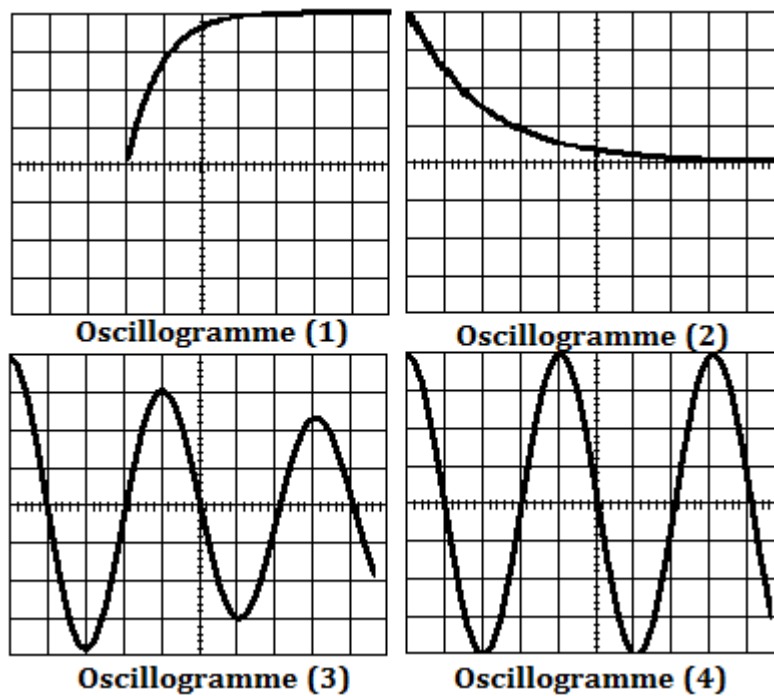

Figure.3 (Physique : Exercice n°2)
A un instant $t=0 \text{ s}$, on ferme le commutateur sur la position (1) et aussitôt, on enregistre, à l'aide d'un oscilloscope, la tension $u(t)$ aux bornes du condensateur. On obtient l'oscillogramme (1) de la figure.3 de la page 6/6 (annexe).
- 2) En exploitant l'oscillogramme (1), déterminer les valeurs de la résistance R et de l'échelon de tension E auquel est soumis le dipôle RC. (On explicitera les méthodes utilisées)
Pour un même réglage des sensibilités de l'oscilloscope fixées à 1V/div et 1ms/div , On obtient, pour D_1 et D_2 , successivement les oscillogrammes (2) et (3) représentant l'évolution temporelle de la tension $u(t)$ aux bornes du condensateur (Figure.3 annexe).
- a) En exploitant les allures des oscillogrammes (2) et (3), identifier la nature de chacun des dipôles D_1 et D_2 utilisés.
- 2) En exploitant seulement l'oscillogramme (2), Déterminer, en le justifiant, la valeur de la grandeur caractéristique du dipôle D_1 .
- 3) L'oscillogramme (3) traduit une évolution de la tension $u(t)$ suivant un régime libre pseudopériodique. Préciser les phénomènes physiques responsables de cette évolution.
- 4) L'oscillogramme (4) est obtenu à partir de l'oscillogramme (3) si on se place dans le cas idéal où la résistance totale du circuit de décharge est suffisamment très faible pour pouvoir la supposer nulle.
- a) Donner le nom du régime libre associé à l'oscillogramme (4).